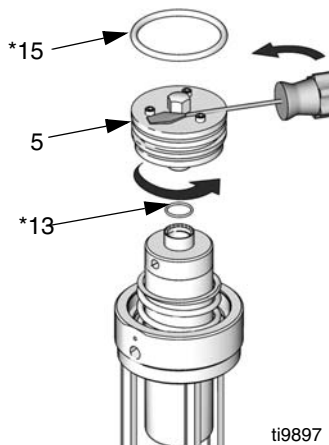
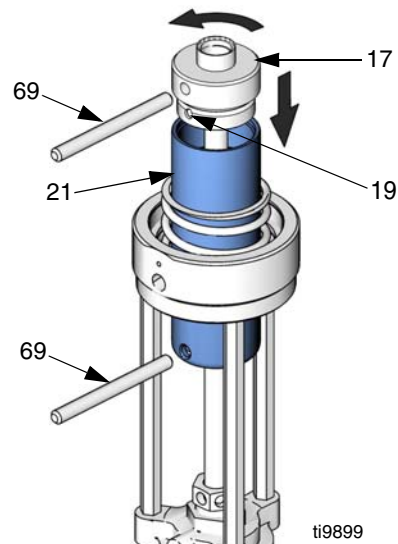

Рис.11
Рис.12
- 2 Отвинтите наконечник воздушного поршня (5). Если необходимо дополнительное поворотное усилие - введите острие отвертки между головками винтов (16) и шестигранной головкой (9). Проверьте уплотнительные кольца (13\* и 15\*) на наличие повреждений и, если нужно, замените их. Проверьте, чтобы уплотнительное кольцо (13\*) было расположено надлежащим образом и не зажималось. См. Рис.11.
- 3 введите штифт (69) в отверстие поршня, чтобы заблокировать его. Воспользуйтесь вторым штифтом (69),
чтобы отвинтить крышку поршня (17) и отделить её от поршня (21), открыв доступ к установочному штифту (19). См. Рис.12.
См. "**Ремонт пневмодвигателя**", опер.2 и 3 (Рис.11 и Рис.12) для конкретных указаний по повторной сборке.